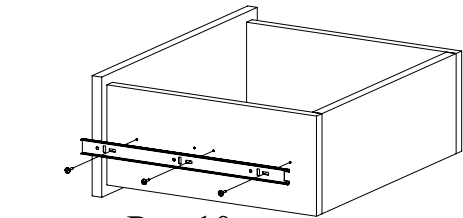

Рис.10
9. Закрепите внутренние планки направляющих на деталях 8 и 9 шурупами 3,5х16 (Рис. 10). При необходимости регулировки ящика выкрутите шурупы из круглых отверстий и перекрутите в овальные (продольные и вертикальные регулировочные отверстия). Не затягивая до конца шурупы, сместите ответную планку вверх-вниз. Затяните шурупы до конца.